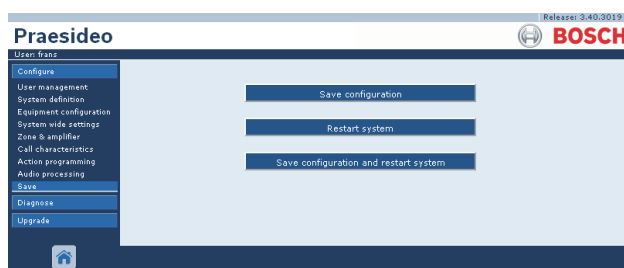

figura 41.5: Finestra Save (Salva)
- Quando non vengono rilevati problemi e la configurazione viene effettuata in linea, vengono visualizzati tre pulsanti per consentire all'utente di salvare la configurazione *Save the configuration*, riavviare il sistema *Restart the system* o salvare la configurazione e riavviare il sistema *Save the configuration and restart the system*. Vedere figura 41.5. Quando il file di configurazione viene salvato sul controller di rete, la configurazione non viene attivata fino al riavvio del controller di rete. Qualora fosse necessario salvare e attivare la nuova configurazione, fare clic sul pulsante *Save the configuration and restart the system*.